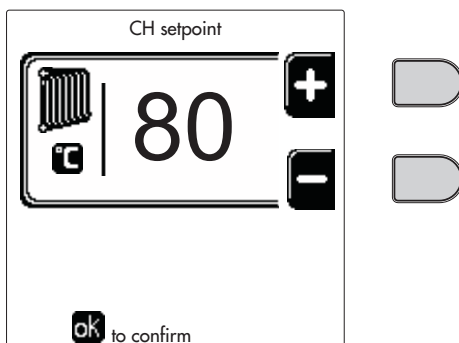
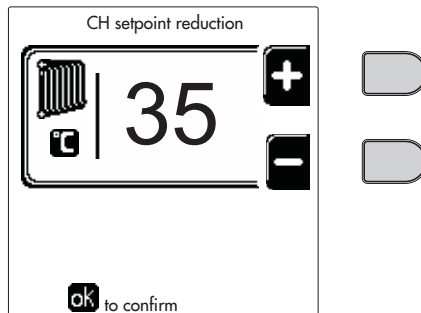
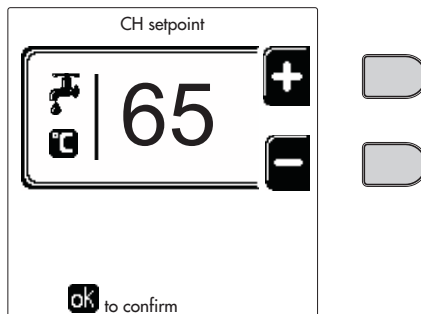
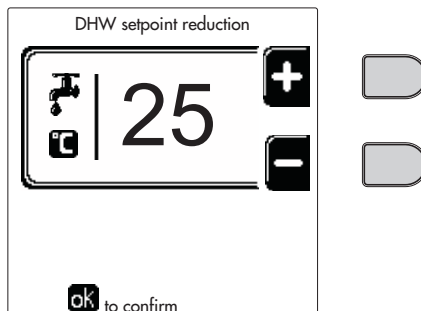

рис. 12
рис. 13
рис. 14
рис. 15
- **ON (ВКЛ)**. При поступившем запросе на отопление/ГВС котел работает на заданной температуре регулировки отопления/ГВС (рис. 12/рис. 14).
- **⚡**. При поступившем запросе на отопление/ГВС котел работает на уменьшенной температуре регулировки. Уменьшенная температура достигается путем вычитания температуры регулировки уменьшения (рис. 13/рис. 15) от заданной температуры регулировки отопления/ГВС (рис. 12/рис. 14).